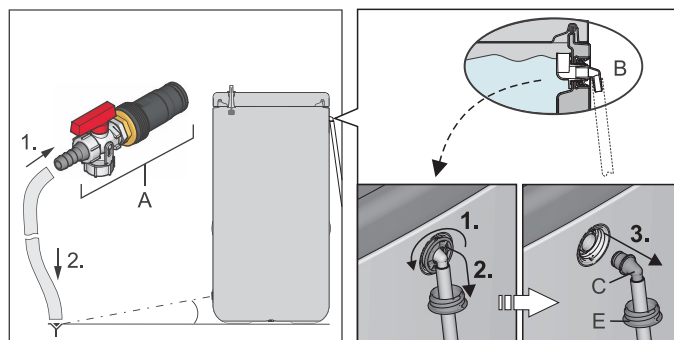
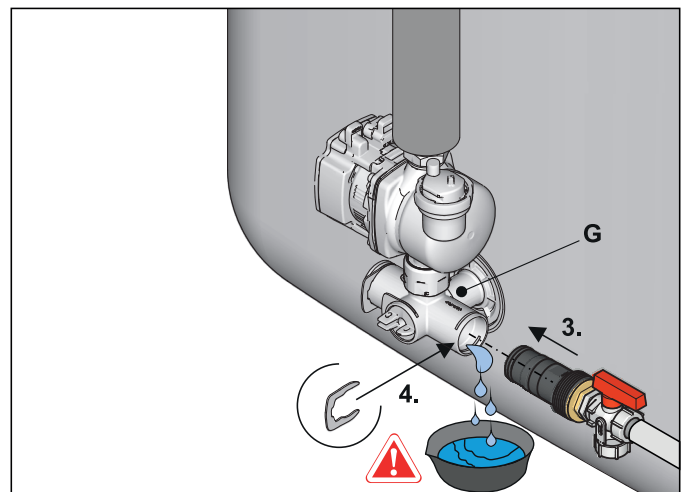

Bild 5-1 Ablaufschlauch montieren; Optional: Anschlussstück vom Sicherheitsüberlauf demontieren
Bild 5-6 KFE-Befüllanschluss in Anschlusswinkel montieren
- 2 Ablaufschlauch an den **KFE-Befüllanschluss (Zubehör KFE BA)** (Bild 5-1, Pos. A) anschließen und zu einer mindestens bodentiefen Ablaufstelle verlegen.
Ist kein **KFE-Befüllanschluss** verfügbar, kann alternativ das Anschlussstück (Bild 5-1, Pos. C) vom Sicherheitsüberlauf (Bild 5-1, Pos. B) demontiert und verwendet werden.
Tab. 5-1 Legende zu Bild 5-1 bis Bild 5-6
- 3 **KFE-Befüllanschluss** in den Anschlusswinkel einstecken und mit Halteklammer sichern (Bild 5-6).